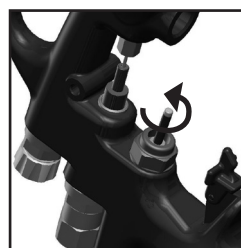

Fig. 27
2. Dévisser la soupape d'air à l'aide d'une clé de 14 mm. (Voir fig. 27)